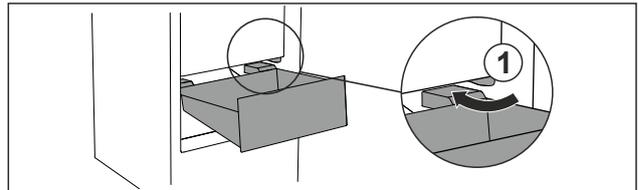

Fig. 76
- ▶ Schubfach schräg um die Stopper Fig. 76 (1) herumführen.